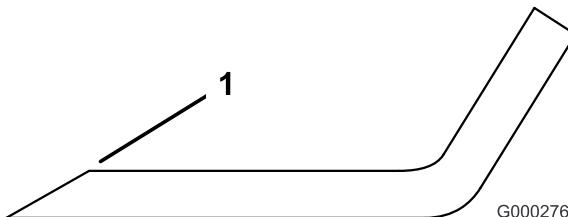

Figura 32
3. Esamine i taglienti di tutte le lame, e affilateli se fossero ottusi o scheggiati. Affilate soltanto la parte superiore del tagliente e mantenete l'angolo di taglio originale per garantire l'affilatura (Figura 32). La lama rimane bilanciata soltanto se viene rimossa una quantità uguale di metallo da entrambi i taglienti.